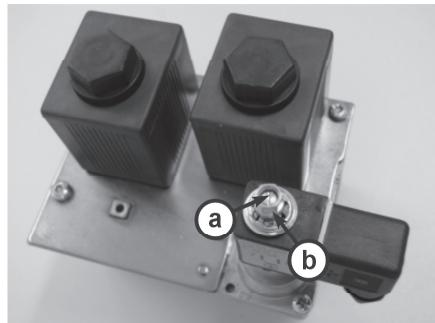

Рис. 17
7. на гайку модулятора (рис. 17/b) газового клапана установите ключ № 8 и поворотом налево или направо настройте максимальную мощность котла согласно табл. 6..
2. Осторожным поворотом пластмассового винта (рис. 17/b) с помощью крестовой отвертки дорегулируем на модуляторе газового клапана сниженную мощность согласно табл. 6.